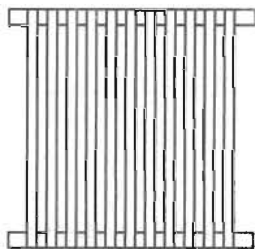

图 4-176
(7) 单击“修改”工具栏中的“修剪”按钮, 然后按 Enter 键, 再单击要剪掉的部分, 结果如图 4-176 所示。